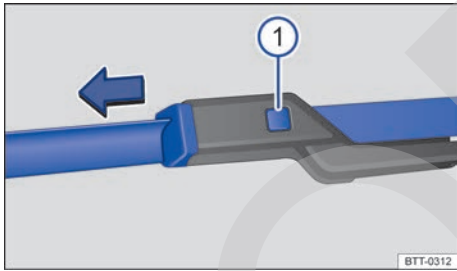

Fig. 219 Cambio de las escobillas limpiacristales del parabrisas.
- Mantenga presionada la tecla de desbloqueo → fig. 219 ① y tire al mismo tiempo de la escobilla en el sentido de la flecha.